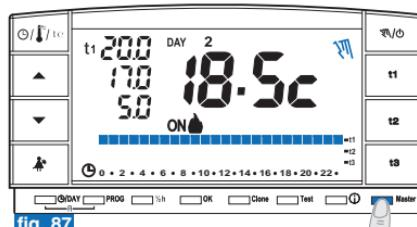

fig. 87
- appuyer brièvement sur la touche “**Master**”; l’écriture **Master** disparaît sur l’écran: le chronothermostat reste en fonctionnement “manuel permanent” et les zones couplées au master retournent sous le contrôle de leurs transmetteurs respectifs (exemple sur la fig. 87).